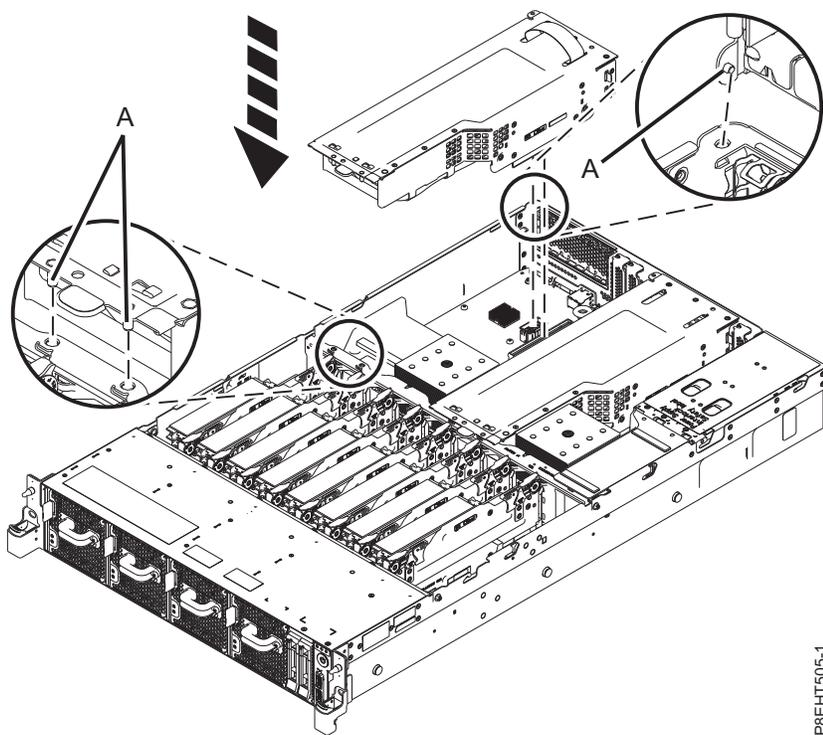

Figura 44. Instalando o riser PCIe
4. Usando os 3 pinos de alinhamento **(A)**, coloque o riser PCIe no sistema. Empurre-o para baixo no lugar até que esteja firmemente encaixado no sistema. Consulte Figura 44 na página 44.